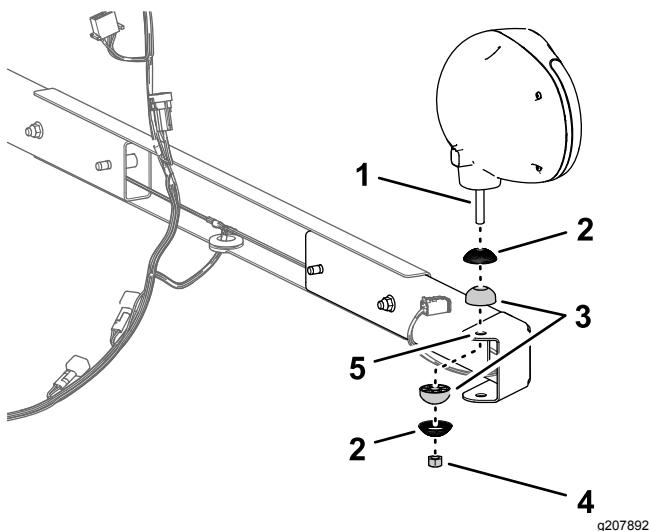

Figura 14
2. Montate un rivestimento scanalato e un giunto sferico sul prigioniero di una luce operativa (Figura 14).
3. Montate la luce operativa nel foro nella flangia del supporto della luce operativa (Figura 14) con un rivestimento scanalato, un giunto sferico e un dado di bloccaggio (10 mm) e serrate la luce manualmente.
1. Montate il supporto delle luci operative e il profilato di supporto sul telaio del pianale con 2 dadi di bloccaggio flangiati, come illustrato nella Figura 14.